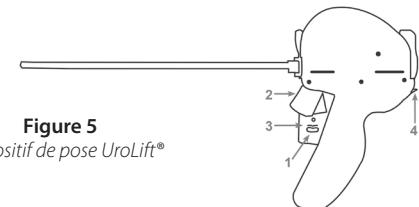

Figure 5
- Déverrouiller le verrou de sécurité de l'aiguille (Étape 1, Figure 5).
- Appuyer légèrement sur la gâchette pour déployer l'aiguille (Étape 2, Figure 5), puis relâcher la gâchette.
- Après une brève pause, appuyer complètement sur le rétracteur (Étape 3, Figure 5) pour rétracter l'aiguille et déployer la languette capsulaire. Appuyer de nouveau sur le rétracteur pour assurer une rétraction complète.
- 3.7** Appuyer sur le bouton du mécanisme de libération urétral en direction du télescope (**Étape 4, Figure 5**) pour déployer la pièce terminale urétrale et sectionner l'excès de longueur de la suture. Après l'appui sur le bouton du mécanisme de libération urétral, l'ensemble de l'implant UroLift® a été déployé. Il est impossible de mettre en place d'autres implants au moyen du même dispositif de pose.